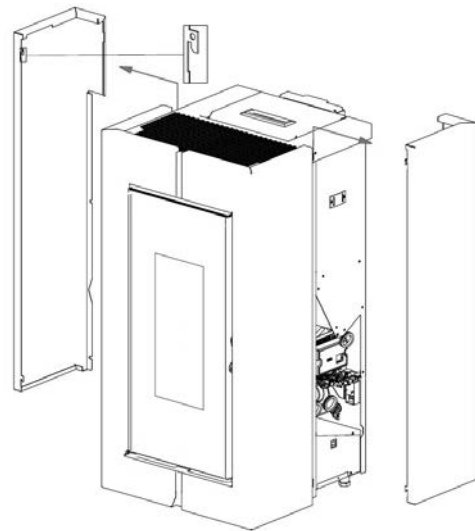

Fig. 53 - De zijpanelen losmaken
- De achterste zijpanelen losmaken (zie **Fig. 53**).